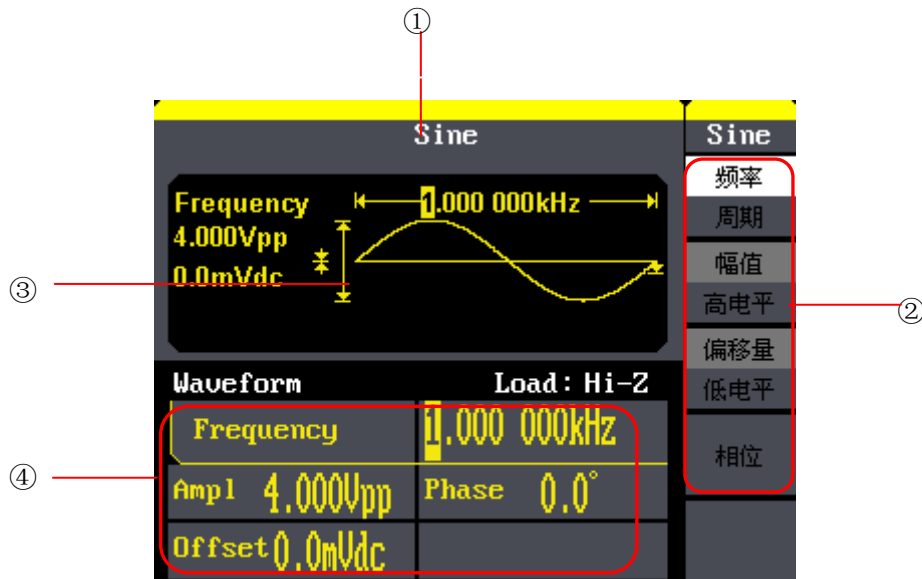

图 1-4 SDG800 用户界面
SDG800 系列函数/任意波形发生器的常规显示界面如图 1-4 所示。主要包括通道显示区、波形显示区、参数显示区和操作菜单区。通过操作菜单区我们可以选择需要更改的参数如频率/周期、幅值/高电平、偏移/低电平、相位等参数来输出所需要的波形。
①波形类型显示区
②操作菜单区
③波形显示区
④参数显示区
如图 1-4 所示，在④参数显示区中包括 frequency（频率）、Ampl（幅值）、Phase（相位）和 Offset（偏移量）等参数，用户可在②操作菜单显示区中通过数字键、旋钮、方向键和对应的功能键来修改相应的参数值。